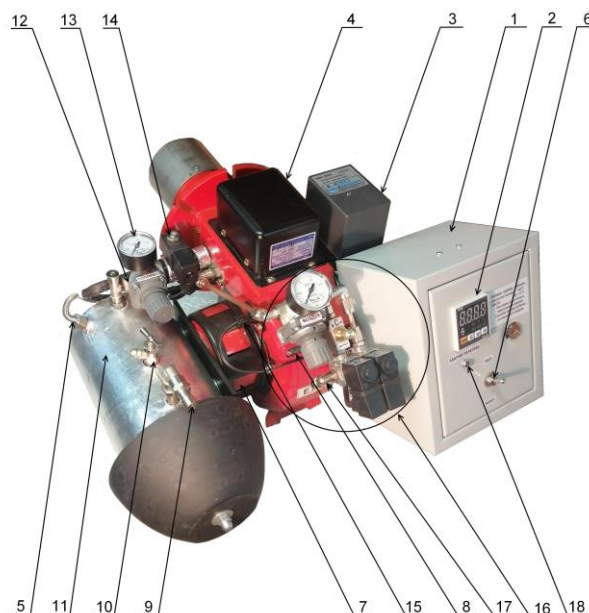
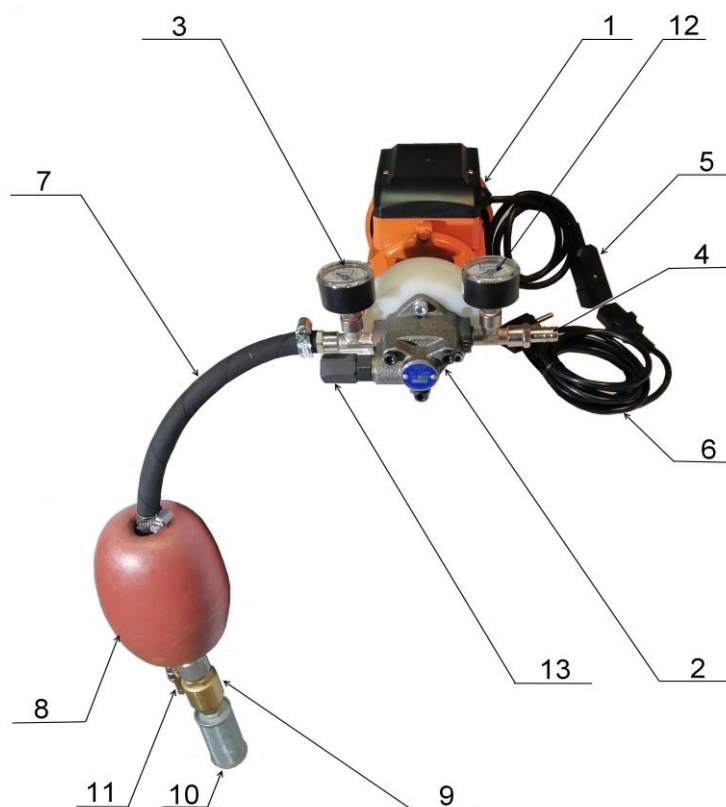
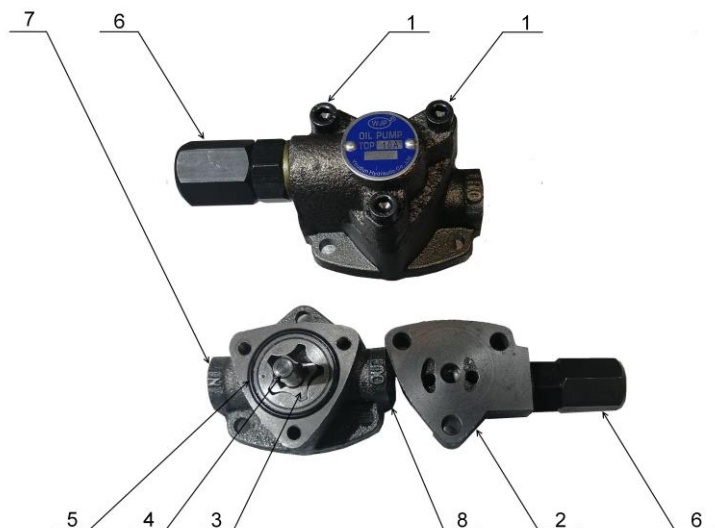
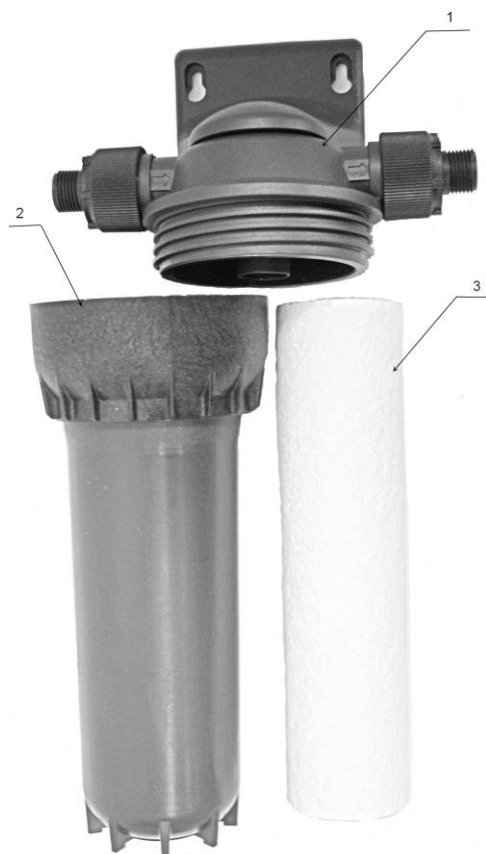

Рис.7. Органы управления и узлы контроля параметров Горелки.
Рис.14. Топливный насос в сборе.
Рис. 17. Схема разборки насоса
Рис.18. Фильтр тонкой очистки топлива.
Температурный контроллер используется для точного поддержания оптимальной температуры от 20 до 71°C топлива в подогревателе топлива (Рис. 7, поз. 2) и подачи команды запуска Горелки на топочный автомат (AL1) гаснет при достижении температуры масла на 6°C менее заданной.
Регулировка давления топлива для одноступенчатых Горелок осуществляется регулятором давления топлива (Рис. 7, поз. 12). Давление контролируется по манометру (Рис. 7 поз.13). Для Горелки AL-4V давление топлива должно находиться в пределах от 0,05 до 0,45 бар. Для Горелки AL-10V давление топлива должно находиться в пределах от 0,05 до 0,7 бар.
Для регулировки вторичного воздуха (Рис.7 поз.7) для одноступенчатых Горелок установите положение воздушной заслонки в положение от 0 до 10 (Рис. 12)
После того как температура в подогревателе топлива (Рис. 7, поз. 11) стала на 6 °С ниже заданной на температурном контроллере (Рис. 8) выключается AL-1 и подается команда на включение Горелки. Горелка находится в режиме ожидания, готовая к запуску.
3.4.7 Индикатор АВАРИЯ ПЕРЕГРЕВ (Рис.7 поз.18)
Для предотвращения данной ситуации, в огневой трубе установлен температурный датчик, отключающий горелку при достижении температуры 120 °С. При достижении температуры 120 °С светится индикатор АВАРИЯ ПЕРЕГРЕВ (Рис.7 поз.18) . Горение топлива прекращается, вентилятор работает постоянно до остывания горелки. Когда температура в районе огневой трубы горелки опустится индикатор АВАРИЯ ПЕРЕГРЕВ выключится автоматически.
3.4.11 При сильном загрязнении фильтра на всасе топливного насоса рис. 14 поз.10 возрастает вакуум, который контролируется вакуумметром поз.3. При увеличении вакуума до -0,4 бар почистите или замените фильтр позиция рис. 14 поз.10.
При падении давления топлива на напоре топливного насоса рис.14 поз. 4, контролируем по манометру рис.14 поз. 12, произведите разборку и чистку топливного насоса согласно п. 4.5.1.
3.5.2. Заполните топливом всасывающий трубопровод, насос, фильтр и топливный бак Горелки. Для чего в комплекте топливного насоса предусмотрен кабель (Рис.14 поз.6) с вилкой прямого питания от сети 220 В, соедините кабель (поз.6) с разъемом топливного насоса (поз.2). На топливном баке Горелки есть кран сброса воздуха (Рис. 7, поз. 10). Подключите топливный насос напрямую к сети 220 В и откройте кран сброса воздуха. Через шланг начнет стекать масло с пузырьками воздуха. Когда воздух будет полностью удален, закройте кран. Питание насоса подключите по постоянной схеме.
ВНИМАНИЕ! Перед подачей напряжения на Горелку обязательно заполните топливный бак Горелки (Рис.7 поз.11). В противном случае существует опасность выхода из строя ТЭНов топливного бака.
Запустите Горелку (п. 3.5). Возьмите отбор проб. Если содержание CO₂ в отходящих газах отличается от 11-13% проведите регулировку вторичного воздуха (Рис. 14).
Возьмите отбор проб на сажное число. Если сажное число менее 1, необходимо уменьшить подачу вторичного воздуха, если больше 3 - увеличить (Рис. 14).
- следить за показаниями вакуумметра на топливном насосе. При разрежении минус 0,35 бар необходимо очистить фильтр на входе насоса (Рис. 14 поз 3);
- следить за давлением топлива манометр (Рис.7 поз. 13), подаваемого на форсунку;
- при падении давления топлива манометре на 0,05 бар (Рис.7 поз.13) проверить состояние фильтра насоса (Рис.17) выполнить очистку фильтра топливного насоса п.4.5.1, произвести замену фильтрующей вставки (Рис.18) фильтра тонкой чистки п.4.5.2;
5. Проверка работы топливного насоса (Рис. 17).
6. Проверка состояния фильтра на входе топливного насоса. Если показание вакуумметра, ниже минус 0,4 бар произведите чистку фильтра Рис. 14 поз 10.
7. Проверка загрязнения фильтра топливного насоса (Рис.17) и фильтра тонкой очистки (Рис.18).
Для выполнения технического обслуживания топливного насоса (Рис. 17) необходимо открутить 3 болта 1, снять крышку насоса 2 и прокладку 4, провести ежемесячный регламент работ по очистке насоса 3.
Для сборки насоса (Рис. 17) необходимо установить прокладку насоса 5 установить в крышку 2, закрепить болтами 1 в соответствующие отверстия корпуса насоса.
4.5.2 Обслуживание фильтра тонкой очистки заключается в замене фильтрующих вставок из полипропилена, размер 10”, фильтрующая способность 20 мкм. Для замены отверните колбу фильтра (Рис.18 поз.2), от корпуса фильтра (Рис. 18 поз.1) , замените фильтрующую вставку (Рис.18 поз.3), установите колбу на место.